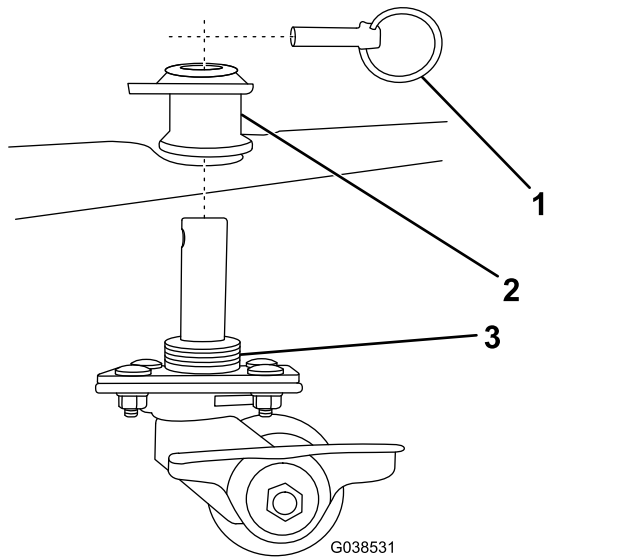

Figure 5
4. Insérez les sabots de grande roulette dans les porte-sabot sur le chasse-neige et fixez-les en place avec une goupille rapide (Figure 5).